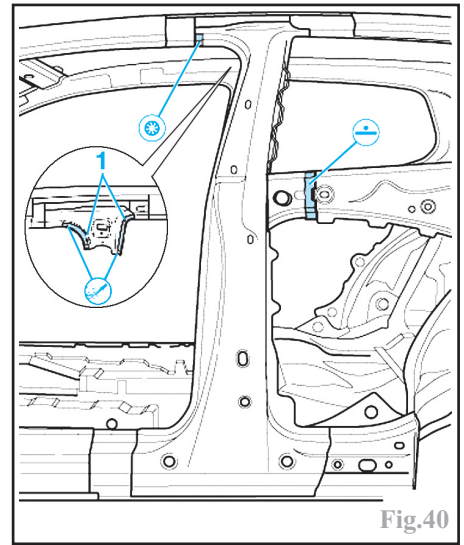

Fig.40
Appliquer de la colle bicomposant pour carrosserie (1) (Fig.40)